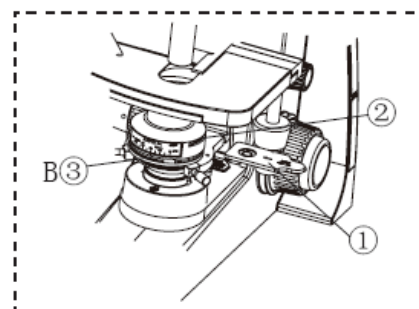

Fig. 18
4.1 Observarea Fazelor de Contrast (Fig.18)
- Glisați inelul diafragmei iris apertura (Bfe în Fig.18) dreapta în poziția PH.
- Împingeți lent glisorul de fază corespunzător (① din în soclul (② din Fig.18) din partea dreaptă a condensatorului (asigurați-vă că partea laterală a diapozitivului este marcată cu fața în sus).